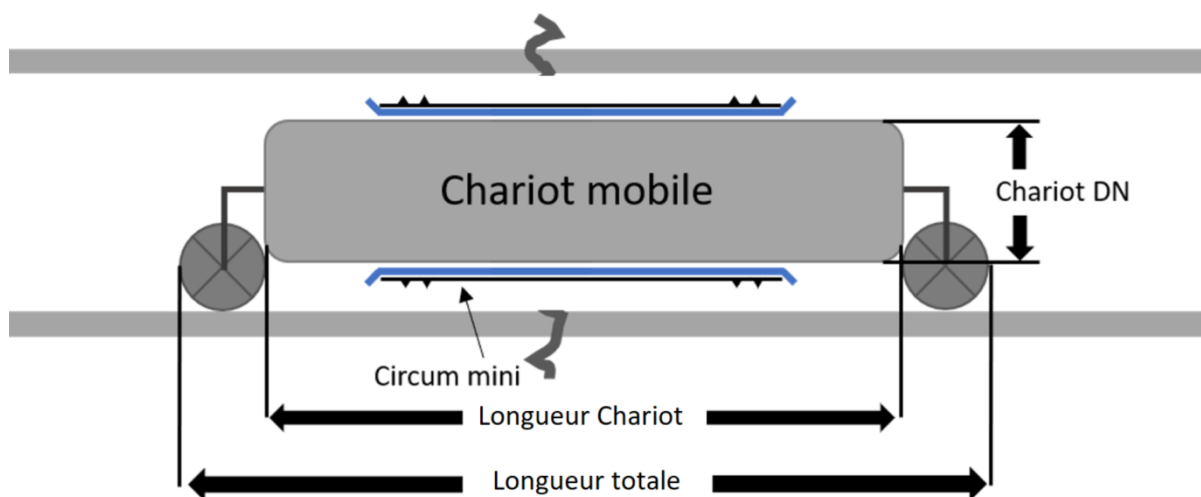

Figure 4 : Représentation schématique du chariot mobile
- La manchette doit être installée sur le chariot correspondant à la section nominale de la canalisation à rénover (Voir figure 4 et 5, tableau 1).
- La manchette doit être installée sur le chariot correspondant à la section nominale de la canalisation à rénover (Voir figure 4 et 5).